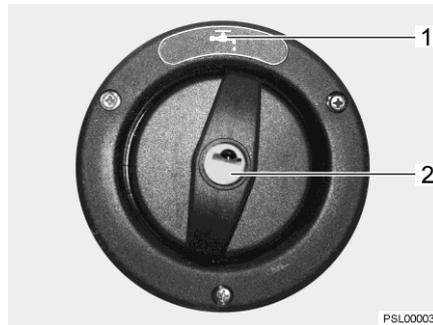

Fig. 167 Couvercle de fermeture pour bec de remplissage d'eau potable
Le bec de remplissage d'eau potable est désigné par le symbole "☰" (Fig. 167,1). Le couvercle de fermeture est ouvert et verrouillé à l'aide de la clé pour les serrures extérieures.
- Insérer la clé dans le barillet (Fig. 167,2) et la tourner d'un quart de tour dans le sens inverse des aiguilles d'une montre.